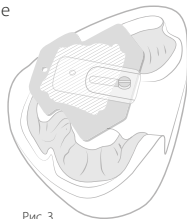

Рис. 3
**12.** Нижнечелюстную регистрационную пластинку интенсивно закрашивают с помощью CANDULOR Marker. Вводят шаблоны в полость рта и под руководством врача пациент записывает готический угол, проводя передне-задние и боковые движения нижней челюстью (Рис. 3).